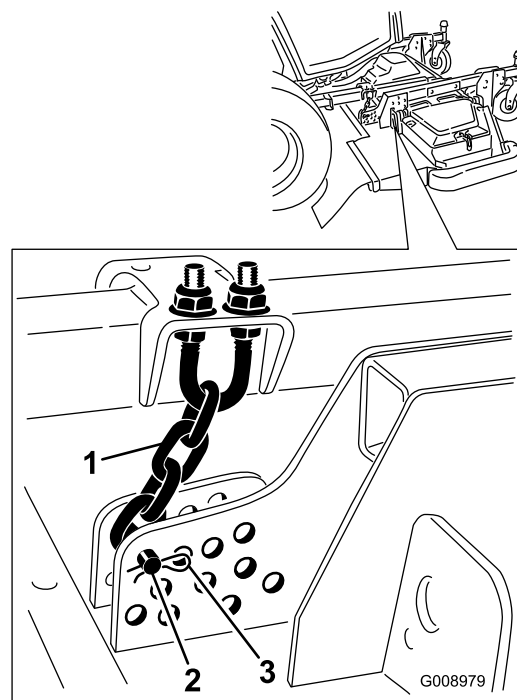

図 20
9. 刈高チェーンをカッティングユニット後部に固定しているヘアピンコッターとクレビスピンを取り外す 図 20。